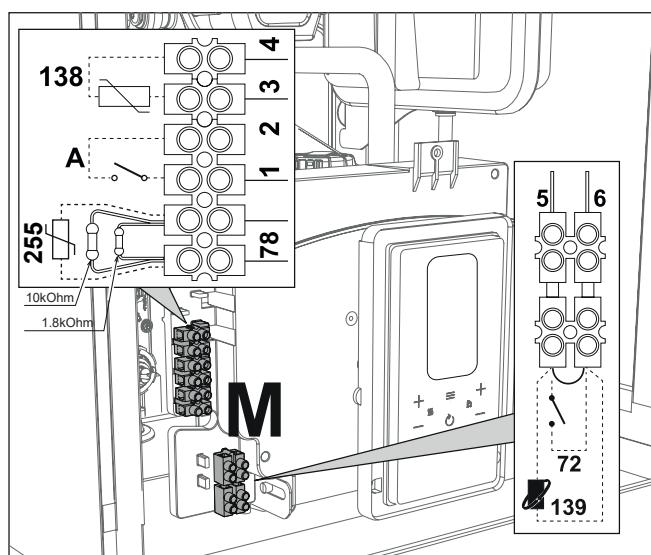

Рис. 29
После снятия передней панели (см. «Открытие передней панели» на стр. 39) можно получить доступ к клеммным колодкам (M) и предохранителю (F), действуя согласно нижеприведенным указаниям (рис. 29 и 30). **Клеммы, указанные на рис. 29, должны иметь чистые контакты (не 230 В).** Расположение зажимов и их назначение показаны также на электрической схеме на рис. 66.
Конфигурация выключателя ON/OFF (A рис. 29)